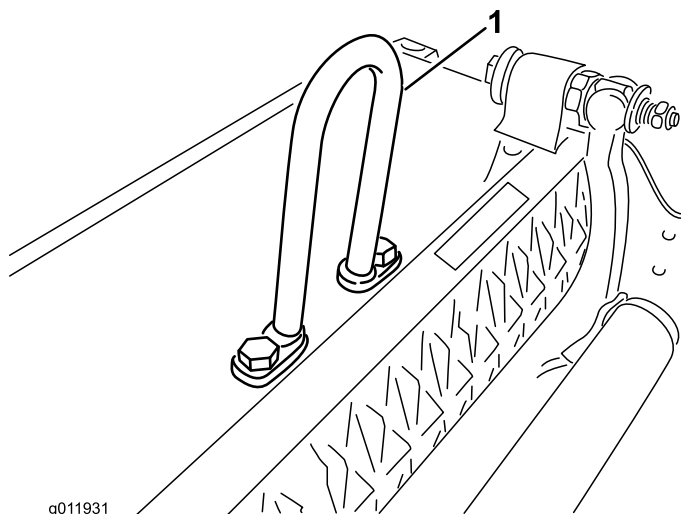

Figure 5
- Un **étrier de levage** (réf. 105-5740), montré à la Figure 5, est nécessaire pour les Greensmaster 3000, 3000-D, 3050, 3100, 3150 et 3150-Q (il est fourni avec les Greensmaster ci-dessus).